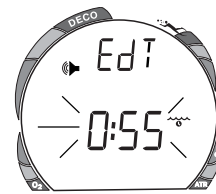

Fig. 26 - Einstellung Max Tauchzeit
- Die Anzeigen **EdT** mit den Symbolen für Alarm und Tauchzeit erscheinen, der Wert für die **verstrichene Tauchzeit** blinkt (Abb. 26).